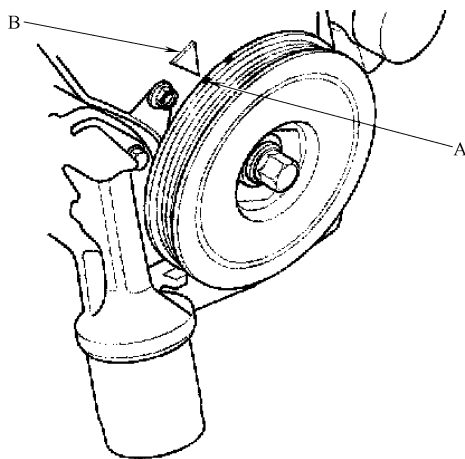

图 23-91 白色标记 A 与指针 B 对齐
14) 按照图 23-91 所示, 转动曲轴带轮, 使白色的标记 A 与指针 B 对齐。